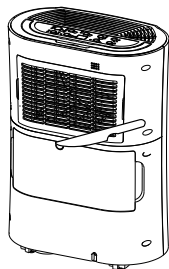

Рис. 5
3. В резервуаре для воды (7) удалите заглушку отверстия для отводной трубы (9) (рис. 5). Для удобства подключения вы можете демонтировать резервуар для воды (7).
4. Установите отводную трубу (12) на сливной патрубок (10) (рис.5).